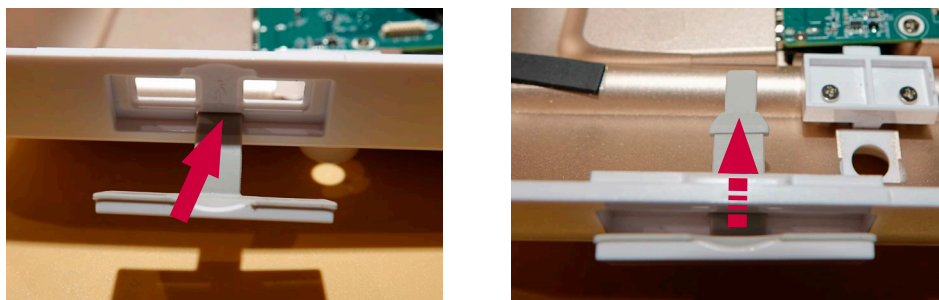

图 31 安装新的 USB 盖
- 将新的 USB 盖从外壳的外部插入。使用平头螺丝刀轻轻地将挠性接头推入到位, 注意不要损坏橡胶件(图 31)